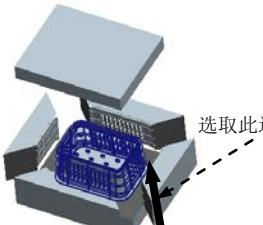
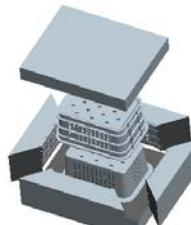

图 16.31 选取移动方向
图 16.32 移动浇注件后的状态
Step5. 开模步骤 3: 移动浇注件。选取图 16.31 所示的边线为移动方向, 输入要移动的距离值 500, 移出后的模型如图 16.32 所示。在“模具开模”菜单中单击 **Done/Return (完成/返回)** 按钮。